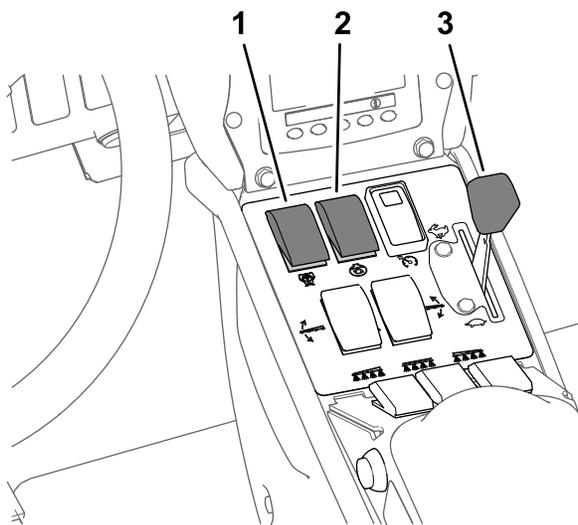

Figure 37
8. Réglez la commande d'agitation et la commande de la pompe de pulvérisation en position ACTIVÉE (Figure 37).
**Remarque:** Cette procédure suppose que la pompe de pulvérisation est en marche ; voir Pulvérisation en mode débit d'application (page 37) sous Figure 37.
9. Placez la commande d'accélérateur en position HAUT RÉGIME (Figure 37).
4. Réglez la commande d'accélérateur pour obtenir le régime moteur voulu pour pulvériser ; voir Figure 37 sous Pulvérisation en mode débit d'application (page 37).